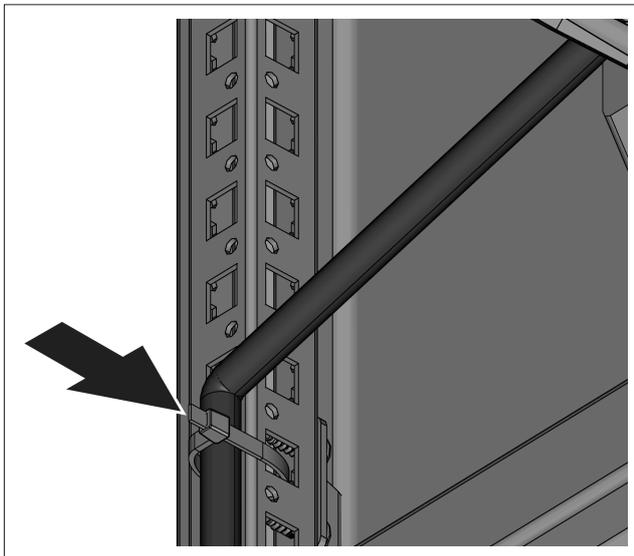

図8: エンクロージャーフレームにケーブルタイでケーブルを固定 (1例として)
- 次に、電気配線の接続箇所が希望する位置になるように、ファンハウジングを 90°、180°または 270°回転させます(図8を参照)。